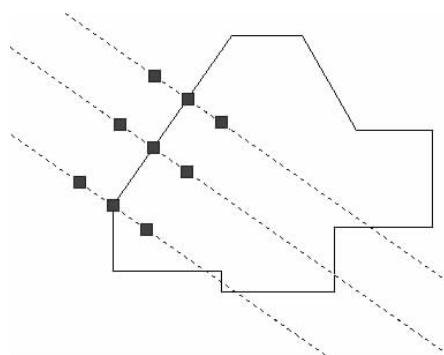

图 3-16 构造线作辅助线
- (1)用直线段命令绘制出外围图形。
- (2)用构造线作辅助线作出如图 3-16 所示的部分。